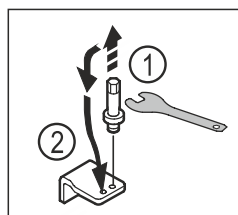

Fig. 13
- ▶ Skru ut boltene til den nedre lagerbukken med utvendig sekskantnøkkel SW5. Fig. 13 (1)
- ▶ Sett inn boltene på motsatt side. Fig. 13 (2)